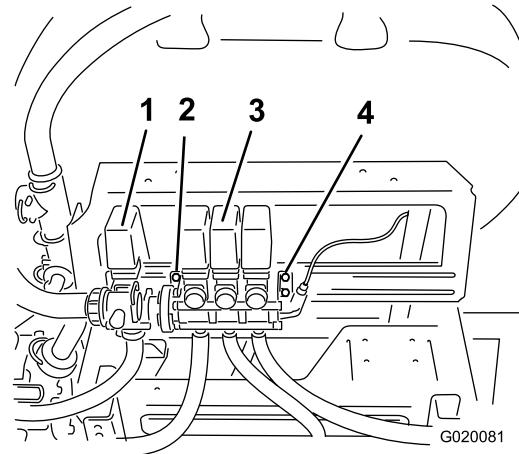

図 4
(外さないこと) (図 4)。
8. ブーム・バイパス・バルブのボディについている穴に、ねじ山付きのロッドを通し、取り付けレールに近い方のロッド 2 本については、左側取り付けブラケットに通す（図 4 と 図 6）。